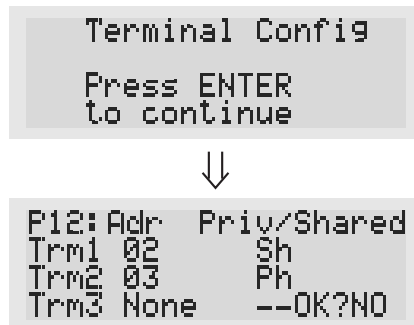

Рис. 5
- после нажатия ↓ на экран будет выведено изображение, показанное на рис.5;
- pressing ↓ again displays the screens shown in Fig. 5, in sequence;